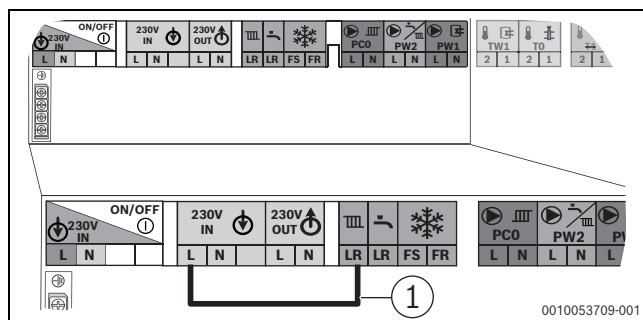

Fig. 32 Raccordement du cavalier aux bornes de raccordement dans le générateur de chaleur conventionnel (exemple)
- ▶ Raccorder le cavalier entre le raccordement **L** et **LR** dans le bornier du générateur de chaleur conventionnel (→ Fig. 32).